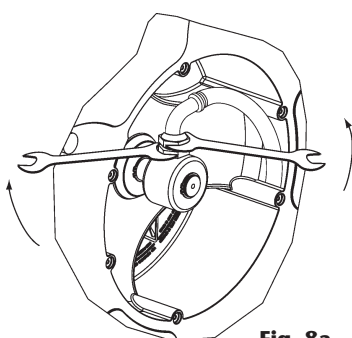
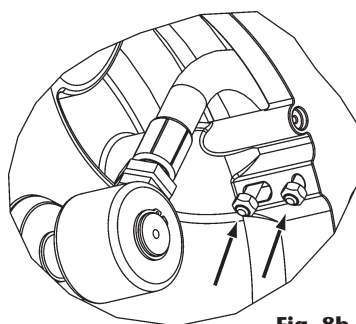

Fig. 8a
Fig. 8b
4. Befestigen Sie den Schlauch wie in (Fig. 8a) beschrieben am Drehgelenk und ziehen Sie den „U-Bolzen“ wie in (Fig. 8b) dargestellt an.
3. Entfernen Sie den Schlauch wie in (Fig. 8a) gezeigt. Lösen Sie den Schlauch von der Scheibe wie in (Fig. 8b) gezeigt, indem Sie die Klammer entfernen.